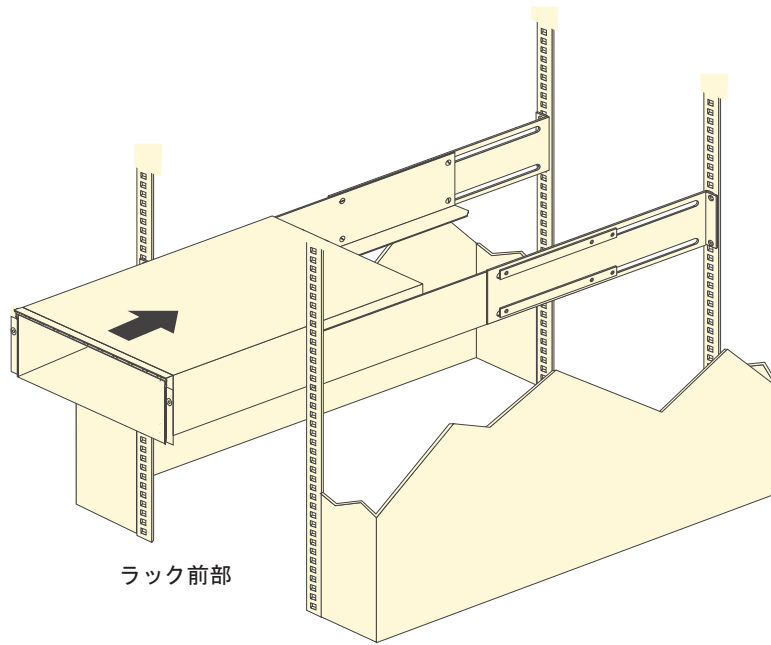

図 19. DS5020 の取り付け
- b. もう 1 人の手を借りて、ストレージ・サブシステムの後部をサポート・レールの上に乗せ、52 ページの図 19 に示すようにユニットをスライドさせてラックに入れます。